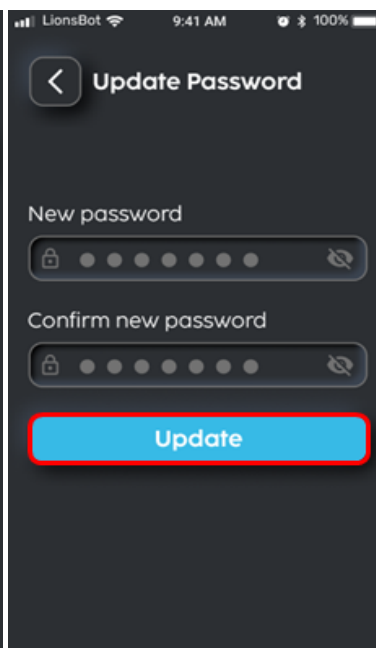

FIGURE 7-9
6. Cliquez sur le bouton 'Mettre à jour' pour actualiser le mot de passe (Fig. 7-9).